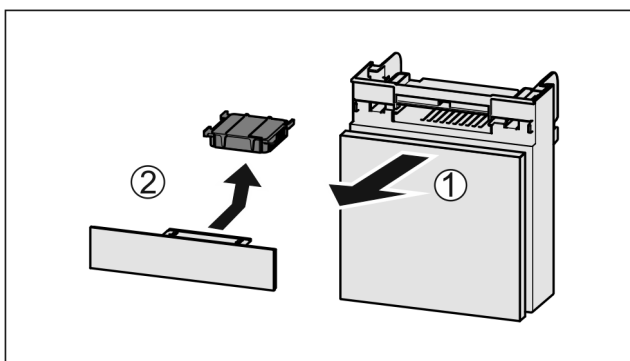

Fig. 105
- Pretinac izvucite Fig. 105 (1) prema naprijed.
- Izvadite filtara s aktivnim ugljenom Fig. 105 (2).